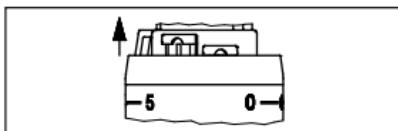

Abb.6
1. Schieben Sie mittels eines geeigneten Werkzeuges oder Stiftes die Begrenzungselemente aus der „Parkposition“ (zwischen Merkzahl „5“ und „0“, Abb. 6).